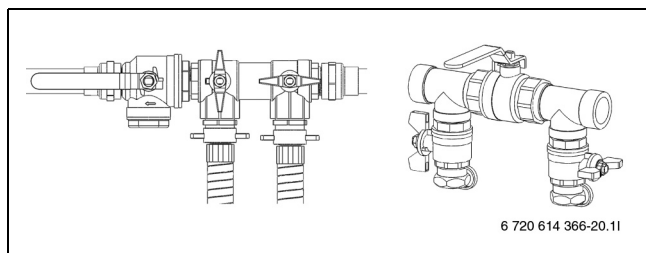

Bild 39 Påfyllnadssatser i tryckhöjningsläge
- När urluftningen är klar ska kretsen trycksättas. Vrid ventilerna på påfyllnadssatsen till tryckhöjningsläge och trycksätt kretsen till 2,5 - 3 bar (→ Bild 39).